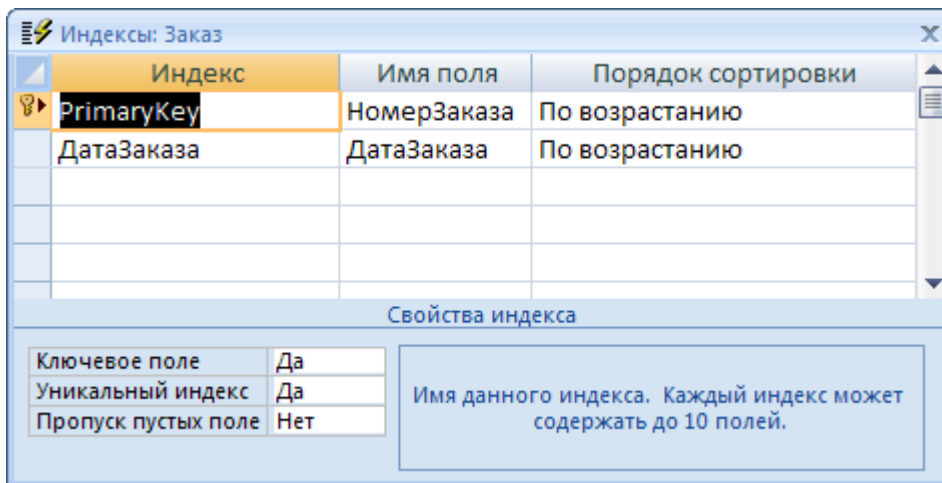

Рис.9. Диалог ИНДЕКСЫ
1. Щелкните на кнопке ИНДЕКСЫ  на панели инструментов. Появится диалоговое окно (рис.9).